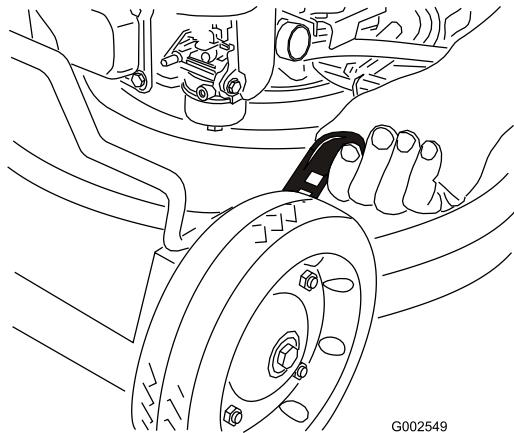

Figura 18
1. Tire de la palanca de ajuste de la altura de la rueda hacia la rueda (Figura 18) y muévala a la posición deseada.